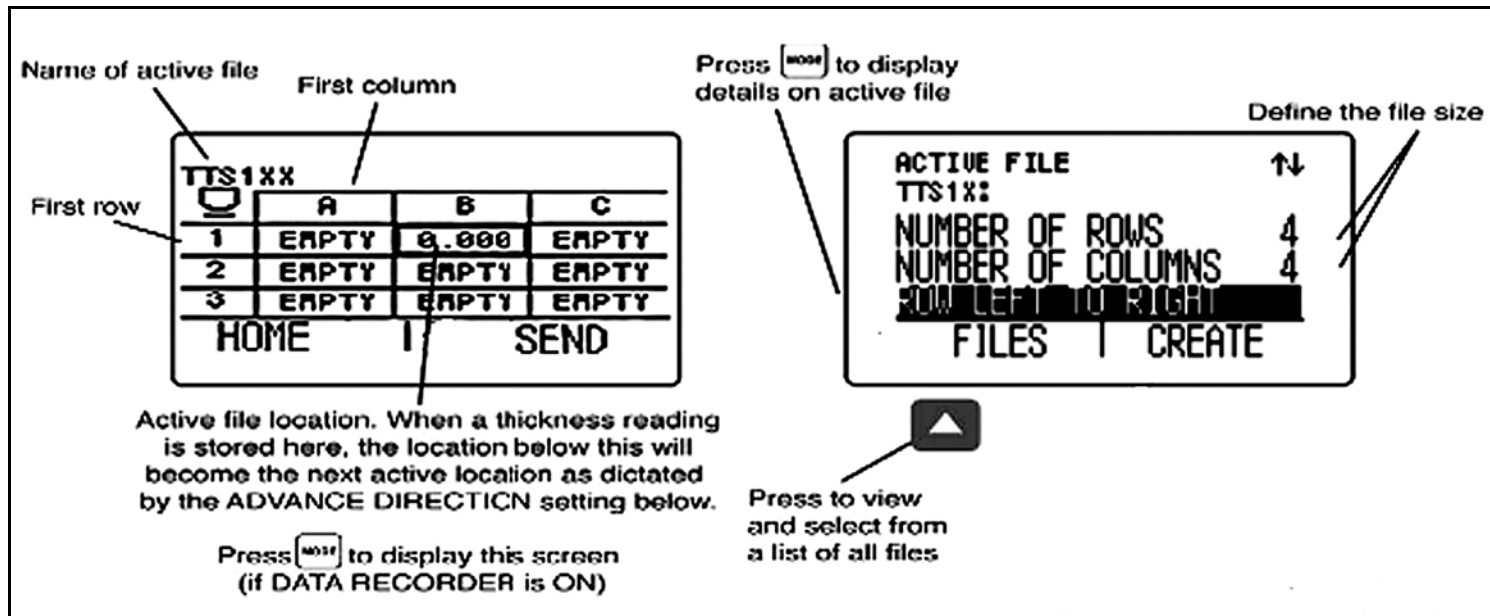

图 20: 定义数据记录文件的大小和前进方向
- 数据记录文件的行数和列数（请参阅第 48 页的图 20）。
- ADVANCE DIRECTION（前进方向）（请参阅第 48 页的图 20）。
必须通过 “CONFIGURATION”（配置）显示界面启用（打开）数据记录。数据记录一旦打开，活动的数据记录仪文件的内容就会显示在文件浏览网格中，如第 48 页的图 20 所示。
数据记录功能打开后，活动的数据记录仪文件的内容就会显示在文件浏览网格中，如第 48 页的图 20 所示。激活浏览网格后，可使用 、、 和  选择任何文件位置。一个更大的网格框将出现在所选文件位置周围。选定某个文件位置后：